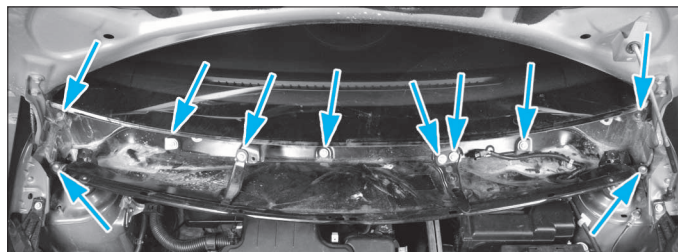

FIG. 10
- Déposer la tôle d'avant (10 vis) (fig. 10).
- Déposer la tôle d'auvent (10 vis) (fig. 10).